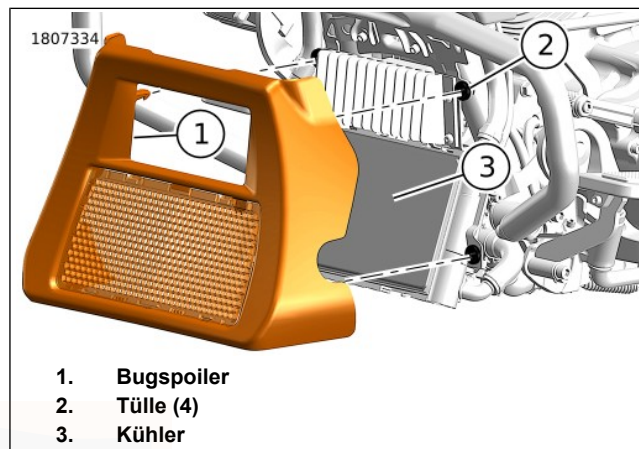

Abbildung 100. Bugspoiler
1. Siehe Abbildung 100. Bugspoiler ausbauen.
- b. Den Bugspoiler (1) gerade nach vorne ziehen.
2. Ablagerungen von den Kühlerlamellen (3) entfernen.
- c. Die Hakenstifte am Bugspoiler auf die Tüllen (3) ausrichten.